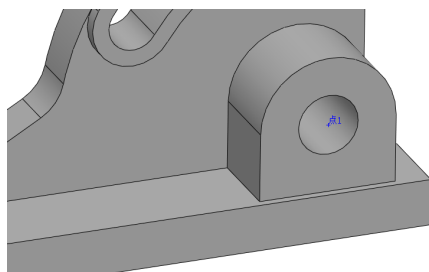

图 14-55 创建基准点
(12) 单击【确定】按钮，即可创建基准点，如图 14-55 所示。